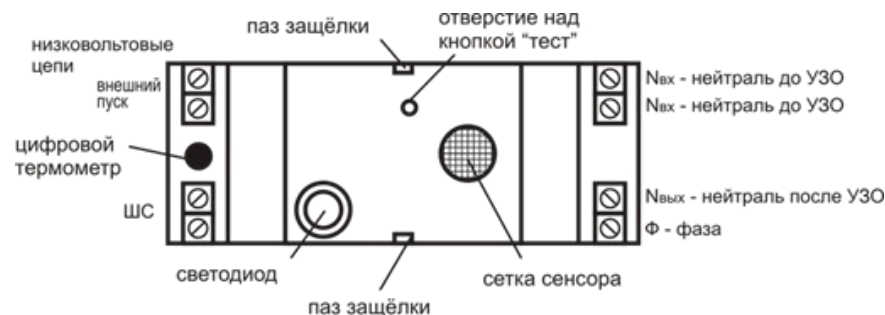
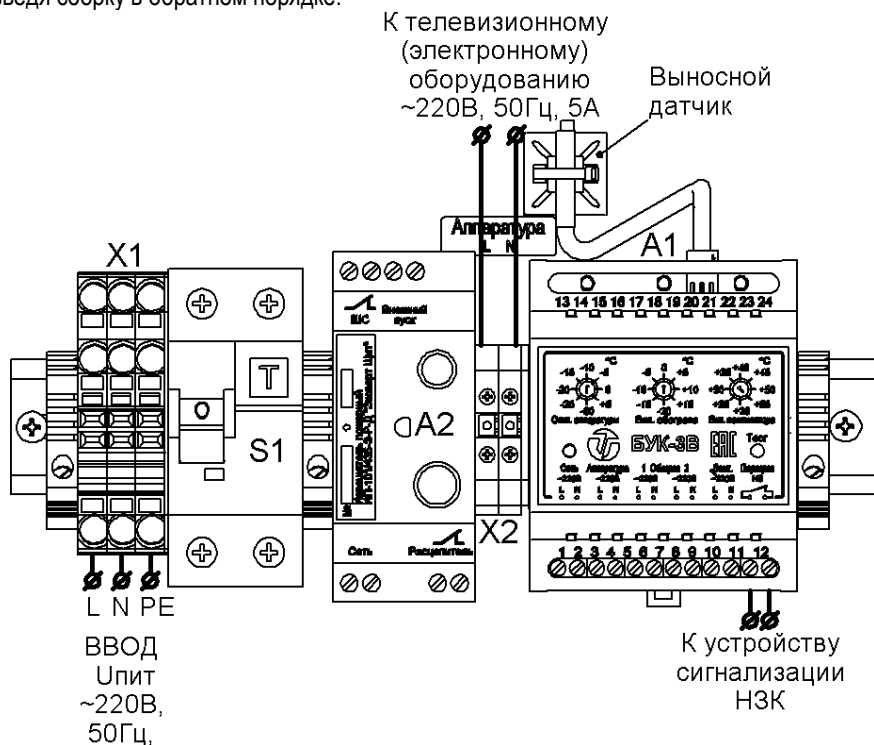

Рис.4 Расположение элементов подключения и индикации извещателя
Рис.2 Подключение термощкафа
Расположение элементов подключения и индикации извещателя приведено на рис.4.
Подключение термощкафа производится в соответствии со схемой электрической принципиальной (рис.2 и рис.4). Для подключения необходимо:
4. Подключить БУК-ЗВ (контакты 11 и 12 «Перегрев НЗ») к внешнему устройству сигнализации (рис.2 и рис.4).
5. Подключить кабель питания к входу автомата питания S1 (сечение подключаемых проводов до 25 мм²), при этом фазный провод (L) соединить с контактом 1, нулевой провод (N) с контактом 3 (рис.2 и рис.4).
Температура отключения питания аппаратуры устанавливается переключателем «Откл. аппаратуры» температура включения обогрева устанавливается переключателем «Вкл. обогрева», температура включения вентилятора устанавливается переключателем «Вкл. вентилятора» (рис.2). Производителем выставлены следующие значения: